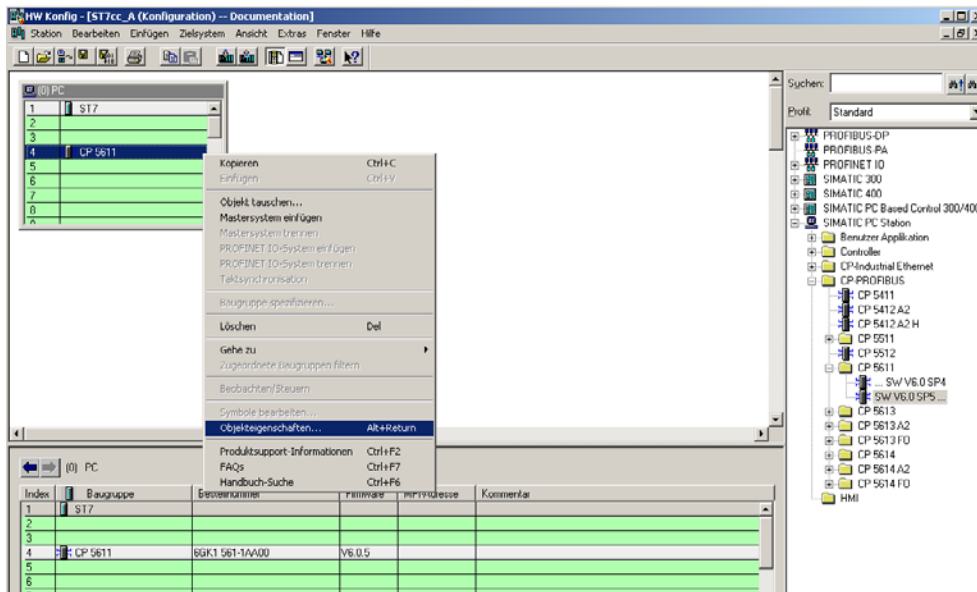

Bild 2-7 HW Konfig – CP 5611 eintragen, öffnen der Objekteigenschaften
2. Wählen Sie im geöffneten Menü die Option *Objekteigenschaften...* (siehe Bild 2-7).